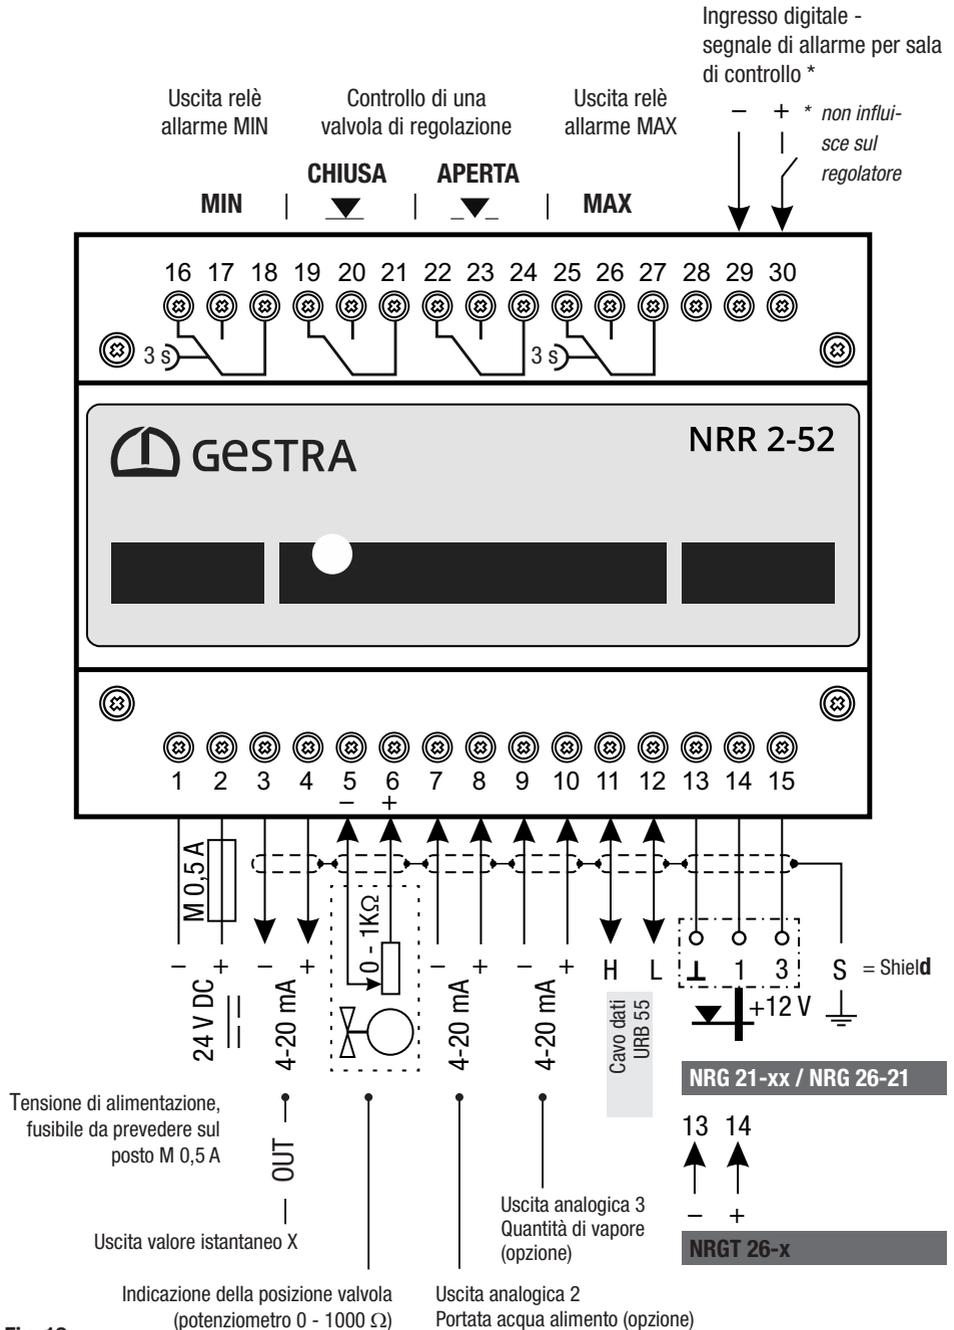
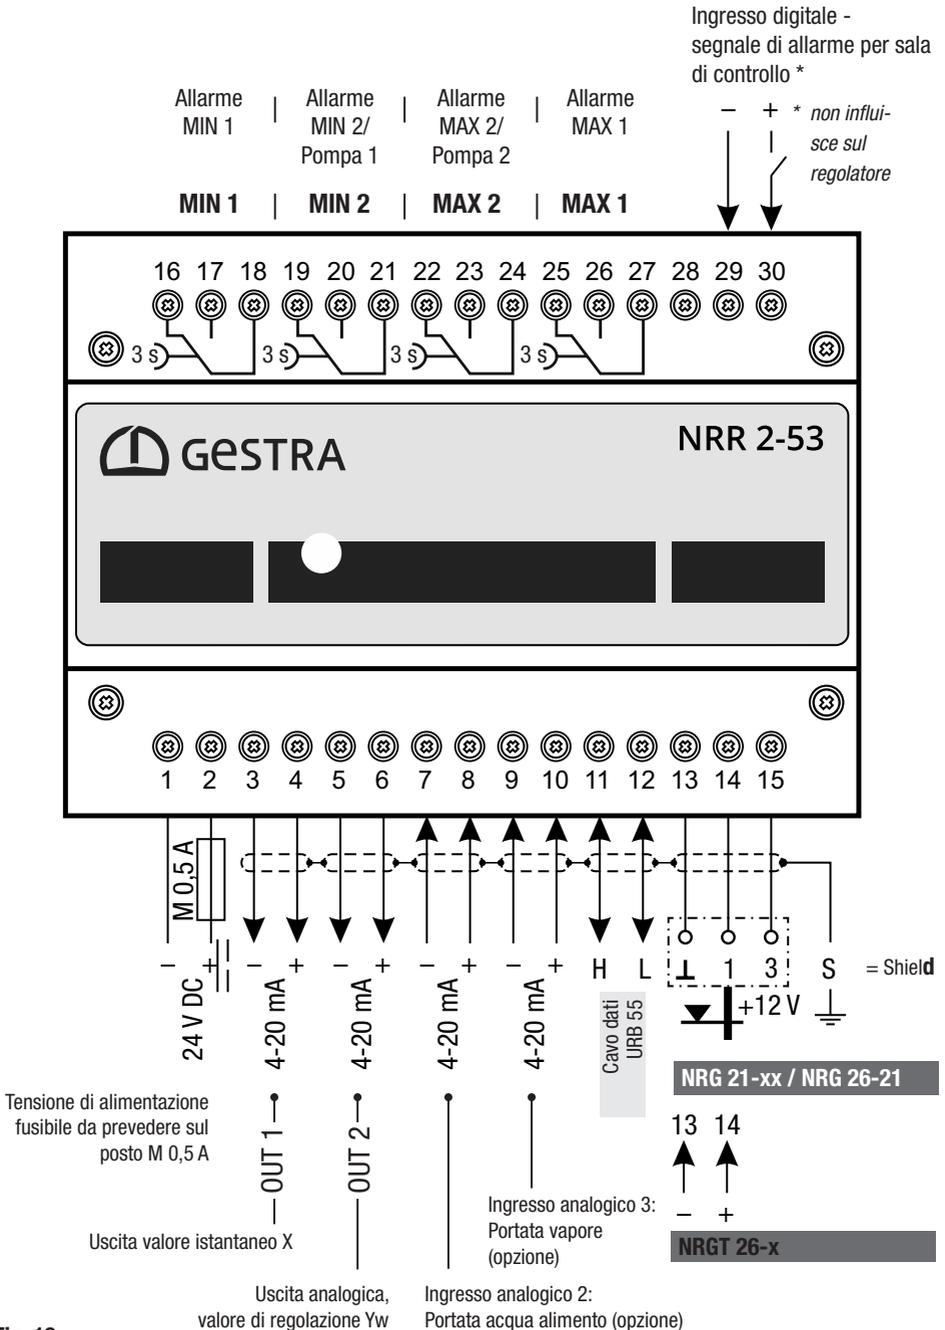

Fig. 18
Fig. 19
- Per il collegamento del regolatore di livello e dei suoi componenti attenersi agli schemi elettrici **Fig. 18 / Fig. 19** riportati nelle presenti istruzioni.
- Collegare le uscite in base allo schema elettrico **Fig. 18 / Fig. 19**.
Per il collegamento degli apparecchi viene fornito un cavo di controllo assemblato con connettore femmina, collegare la morsettiera in base allo schema elettrico **Fig. 18, Fig. 19**.
- Collegare la morsettiera in base allo schema elettrico, **Fig. 18, Fig. 19**.